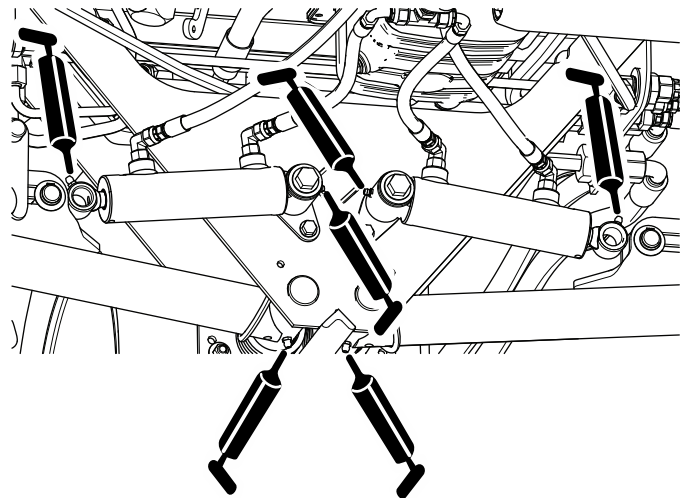

Figura 58
- Perna orientabili del braccio di sollevamento posteriore e cilindri di sollevamento (3 su ciascun lato); fate riferimento a Figura 58.